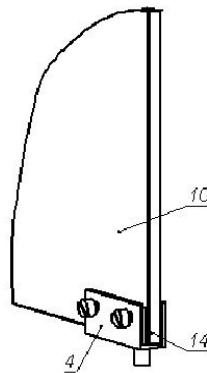

Рис. 2
4.6. После этого установить стеклянную дверь (см. рис.2), закрепив её на петлях (4), с помощью винтов M4x4 и прокладок металлических (14) (40x15) мм, входящих в комплект поставки. При установке дверей необходимо обеспечить равномерный зазор между стеклом и стенками корпуса.